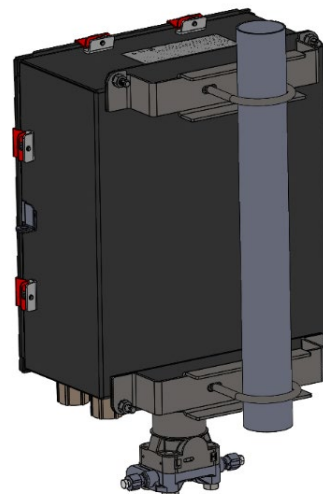

Figura 7. FB2100 (carcasa de aluminio) montado en tubería
2. El FB2100 se monta en un tubo o poste de dos pulgadas. Consultar la *Figura 7*.